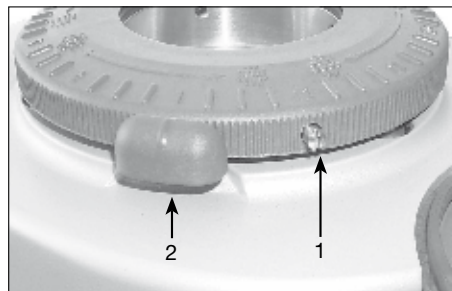

Abb. 2 - Montagem incorrecta
Na fig. 2 ilustra-se o posicionamento incorrecto do disco de regulagem: o parafuso de bloqueio da tremonha (1) encontra-se depois do perno de paragem das lâminas (2).